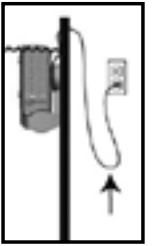

figura 1
- D.** Para evitar que el enchufe o el tomacorriente del aparato se mojen, coloque el aparato junto a un tomacorriente montado en la pared, con el fin de evitar que el agua gotee en el tomacorriente o el enchufe. El usuario debe utilizar un "lazo de goteo" (ver figura 1) en el cable que conecta el aparato al tomacorriente. El "lazo de goteo" es la parte del cable que está por debajo del nivel del tomacorriente, o el conector si se usa un cable de extensión, para evitar que el agua resbale por el cable y entre en contacto con el tomacorriente. Si el enchufe o el tomacorriente se mojan, NO desenchufe el cable. Desconecte el fusible o el interruptor que proporciona la alimentación al aparato. A continuación, desenchufe y verifique si hay agua en el tomacorriente.